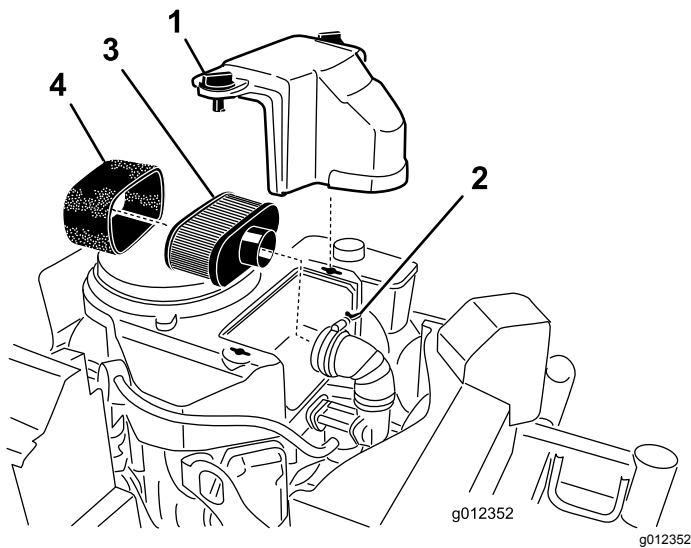

Рисунок 20
3. Очистите зону вокруг воздухоочистителя, чтобы в двигатель не попали загрязнения, которые могут его повредить (Рисунок 20).
4. Отверните ручки крышки и снимите крышку воздухоочистителя (Рисунок 20).
5. Отверните шланговый хомут и извлеките узел воздухоочистителя (Рисунок 20).
6. Осторожно снимите элемент из пеноматериала с бумажного элемента (Рисунок 20).
1. Не следует чистить бумажный фильтр. Замените его (Рисунок 20).
1. Осторожно наденьте элемент из пеноматериала на бумажный элемент воздухоочистителя (Рисунок 20).
2. Установите воздухоочиститель в сборе на его основание и закрепите с помощью двух барашковых гаек (Рисунок 20).
3. Установите на место крышку воздухоочистителя и затяните ручку крышки (Рисунок 20).